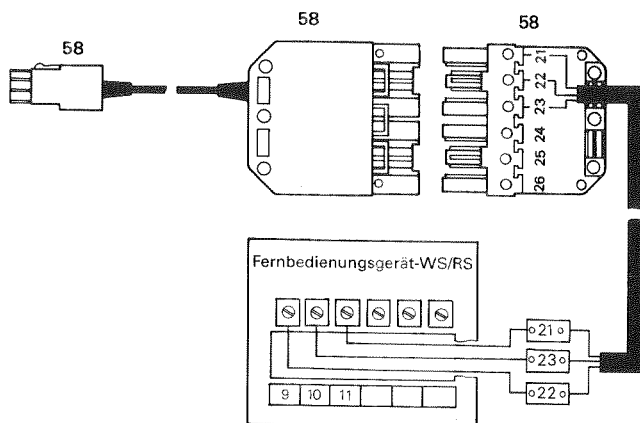

Abb. 3.17
2. Leitung (3-adrig) für das Fernbedienungsgerät nach Abb. 3.17 anschließen.